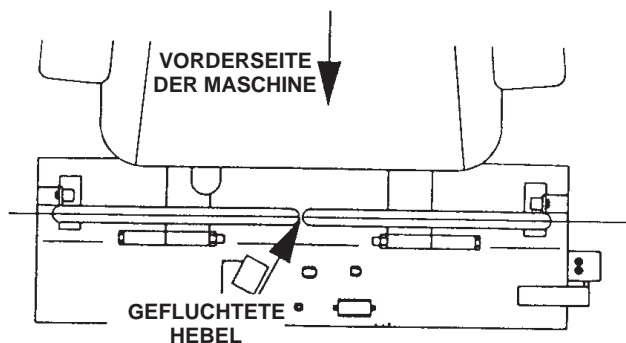

Bild 5
5. Wenn die Hebelarmenden in der Fahrposition gegeneinanderstoßen (Bild 5) (Hebelarme so weit hereingedreht wie möglich), müssen Sie die Hebelarme neu einstellen. Bewegen Sie die Hebel dazu nach außen in die neutrale Verriegelungsposition, und biegen Sie die Hebel vorsichtig nach außen. Bewegen Sie die Hebelarme dann zurück in die Fahrposition und prüfen Sie, ob ausreichend Spielraum vorhanden ist. Wiederholen Sie das Verfahren bei Bedarf.